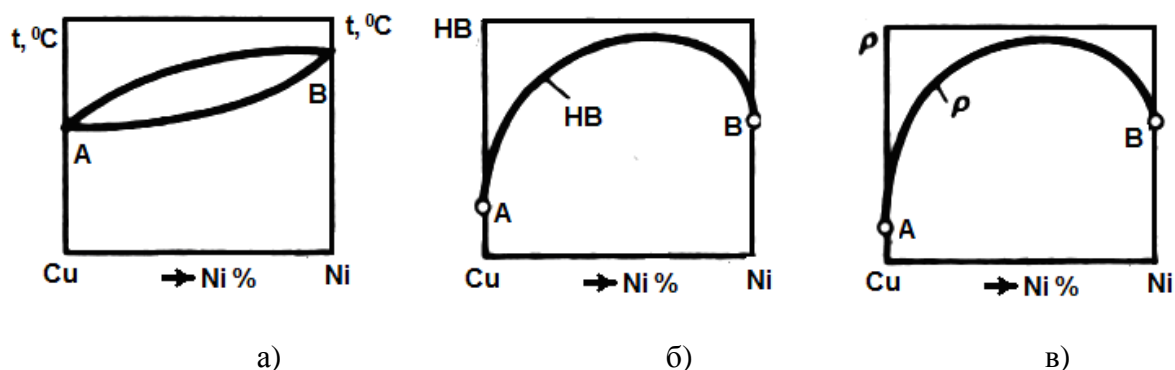

Рис. 4. Связь между диаграммой состояния Cu – Ni и свойствами сплава (НВ – твердость, ρ - электросопротивление)
4) Наблюдая зависимость между твердостью, электропроводностью и типом диаграммы, Курнаков Н.С. установил зависимость между свойствами сплавов и диаграммами состояния (правило Курнакова) (рис. 4) [1, с.73; 7, с. 77; Приложение, рис. 11].
На рис. 4а приведена сама диаграмма состояния «медь – никель». На рис. 4б и 4в соответствующие им закономерности изменений свойств сплавов в зависимости от их состава (диаграммы состав – свойство) [7, с. 76]. По осям ординат этих графиков откладывают свойства сплавов (твердость, электросопротивление, электропроводность и др.), а по осям абсцисс – содержание никеля Ni (%). На рис. 4б показан характер изменения твердости, где при увеличении содержания никеля твердость увеличивается по криволинейному закону. Характер изменения электросопротивления (рис. 4в) тоже криволинейный, то есть при увеличении содержания никеля электросопротивление возрастает, следовательно, электропроводность падает.